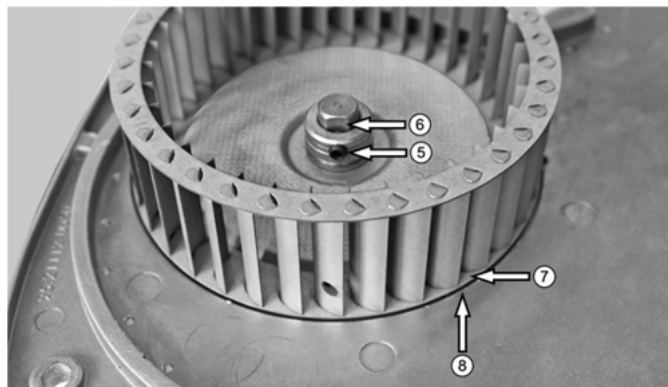

Abb. 43: Axiale Positionierung des Gebläserades
- ➔ Achten Sie darauf, dass die Befestigungsschraube (5) senkrecht zur Passfläche (6) ausgerichtet wird (s. Abb. 43).
Um die axiale Positionierung des Gebläserades sicherzustellen, muss die Innenfläche des Gebläserades (7) bündig mit der Fläche des Gehäusedeckels (8) abschließen (s. Abb. 43).
- ➔ Ziehen Sie die Befestigungsschraube (5) des Gebläserades fest.
Legende zu Abb. 43: